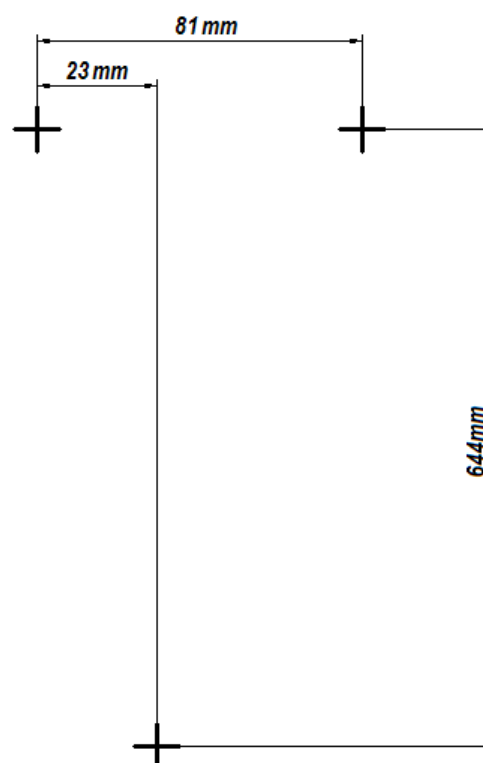

Abb. 2
- Die ZPS-Einheit anhand von 3 Spreizdübeln in Anordnung nach Abb. 2 an die Wand befestigen.